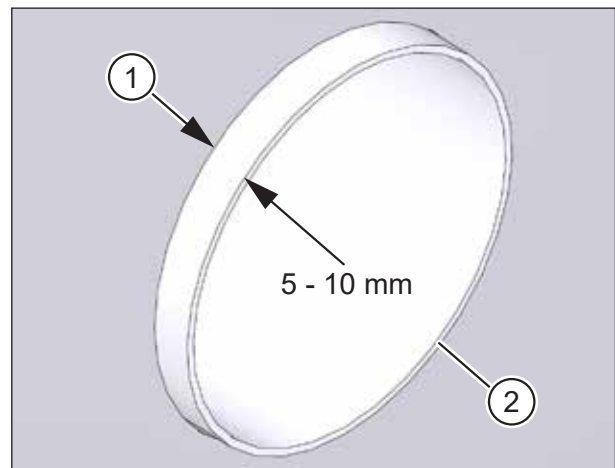

Abb. 15: Lüftungsrohre überprüfen
- ▶ Überprüfen Sie, dass die Lüftungsrohre 5 - 10 mm (siehe Pos. 1 in Abb. 15) über den Außenputz überstehen.
- ▶ Überprüfen Sie, dass die Schnittstellen der Lüftungsrohre (siehe Pos. 2 in Abb. 15) entgratet sind.